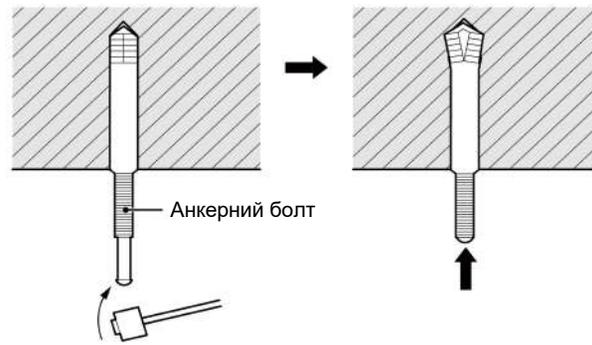

Рис.4.1.11
2) Вставте анкерний болт M10 в отвір, а потім вставте в болт шпильку як показано на рис.4.1.11, і потім зніміть паперовий шаблон.